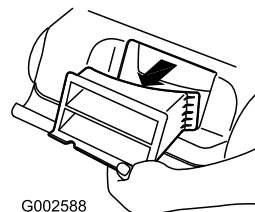

Figura 25
5. Retire el tapón de descarga trasera (Figura 25).